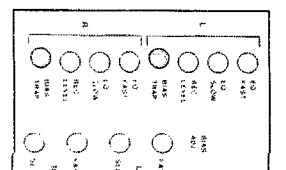

Fig. 6.4-10
- Mit Reglern BIAS TRAP L und R auf Spannungsr minimum einstellen (<350 mV), Fig. 6.4-10.
- Adjust the controls BIAS TRAP L + R to obtain a minimum voltage indication (<350 mV), fig. 6.4-10.
- Réglez les BIAS TRAP L et R au minimum de tension (<350 mV), fig. 6.4-10.